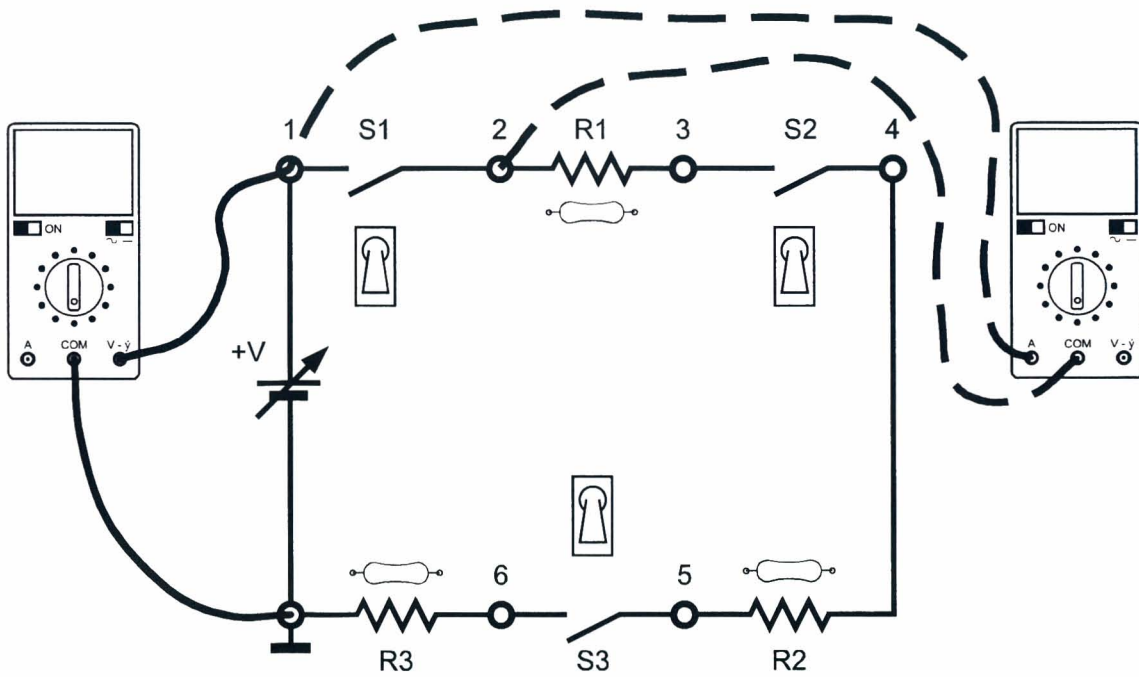

Fig. 1.2b
11. conectar un multímetro, ajustado como un voltímetro de CC, y otro como un miliamperímetro, Fig. 1.2b;